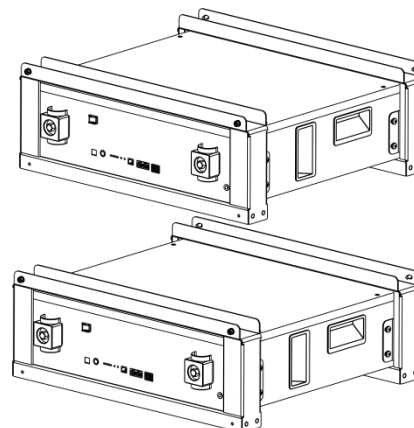

Figura 3-4
3. Instale outro módulo da mesma maneira, não aperte o parafuso primeiro e coloque-o na parte superior da primeira bateria, conforme mostrado na Figura 3-4.